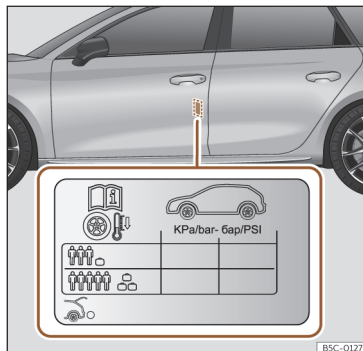

Fig. 228 Localização do autocolante da pressão de ar dos pneus.
- Adapte a pressão dos pneus à carga transportada pelo veículo >>> **Fig. 228.**
Os valores da pressão de enchimento indicam-se na etiqueta autocolante situada na zona posterior da moldura da porta dianteira esquerda >>> **Fig. 228.**
A pressão dos pneus tem de ser ajustada à carga momentânea do veículo. Se pretender utilizar o veículo com a carga máxima, terá de aumentar a pressão dos pneus para o valor máximo indicado na etiqueta >>> **Fig. 228.**
No caso de uma roda de emergência mais estreita (125/70 R16 ou 125/70 R18), encher a 4,2 bar de pressão segundo indicado na etiqueta de pressão dos pneus >>> **Fig. 228.**
- O condutor é responsável por garantir que todos os pneus do veículo estejam cheios com a pressão correta. A pressão de ar recomendada é indicada num autocolante >>> **Fig. 228.**
- Com os pneus a frio, deverá manter-se sempre a pressão indicada no autocolante >>> Fig. 228.